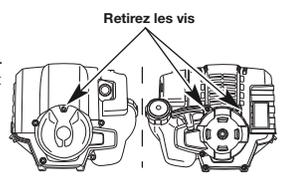

Fig. 34
1. Retirez les deux (2) vis à l'arrière du couvercle du moteur et celle à l'avant du couvercle avec un tournevis plat ou un tournevis Torx T-25 (Fig. 34).
1. Arrêtez le moteur et laissez-le refroidir. Retirez les deux (2) vis à l'arrière du couvercle du moteur et celle à l'avant du couvercle avec un tournevis plat ou un tournevis Torx T-25 (Fig. 34).